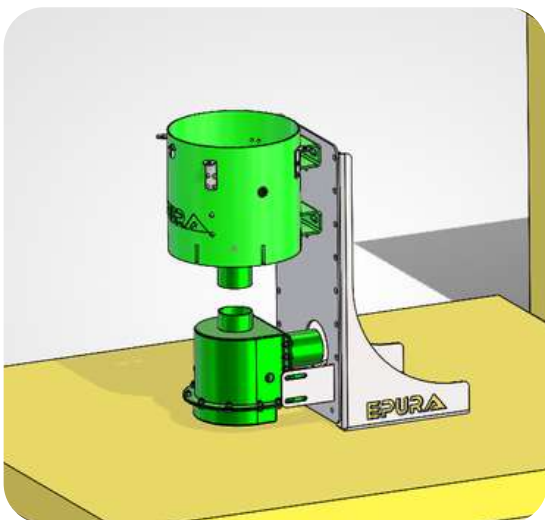

figure 12
- 4 Fixer le ventilateur au support (**figure 12**).